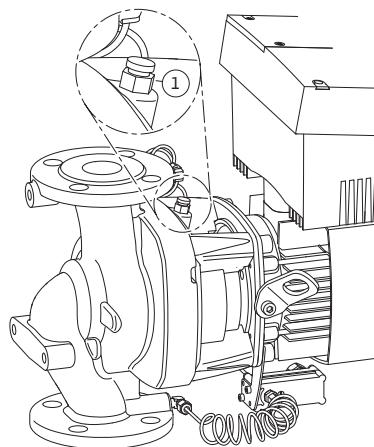

Fig. 47: Avlufningsventil
- Avlufta pumpen genom att lossa avlufningsventilen (Fig. 47, pos. 1). Torrkörning förstör pumpens mekaniska tätning. Differenstrycksgivaren får inte avluftas (risk för skador).